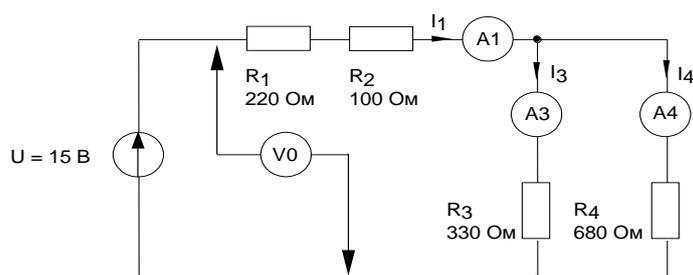

Рисунок 3.4 – Схема электрической цепи для выполнения лабораторной работы
Участки цепи с последовательным и параллельным соединением резисторов относительно друг друга соединены последовательно. Чтобы вычислить полное сопротивление цепи, поочередно подсчитывают эквивалентные сопротивления участков цепи, получая в конце искомый результат. Так, для цепи (рис. 3.4) это делается следующим образом:
- Соберите цепь согласно схеме (рис. 3.4) и подайте на ее вход постоянное напряжение 15 В.